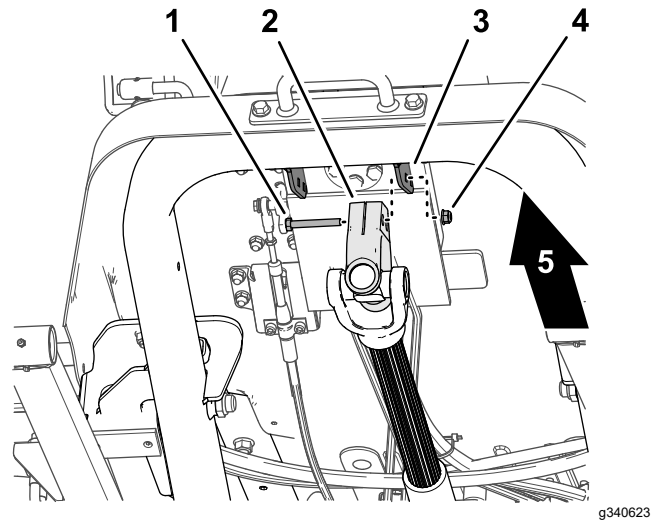

図 17
1. 駆動シャフトを支えながら、駆動シャフトのヨークをステアリングバルブマウントブラケット 図 17 に固定しているキャップスクリュとロックナットを外し、駆動シャフトを慎重に外す。